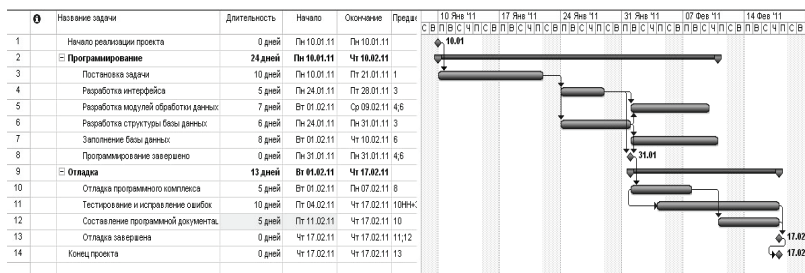

Рис. 3.7. Результат ввода длительности задач
10. Ввод длительности задач. Ввод длительности задач выполним в столбце **Длительность** таблицы диаграммы Ганта или в одноименном поле, расположенном на вкладке **Общие** окна сведений о задаче. Длительности задач проекта «Разработка программного комплекса» задается в соответствии с табл. 3.2. Результат представлен на рис. 3.7.